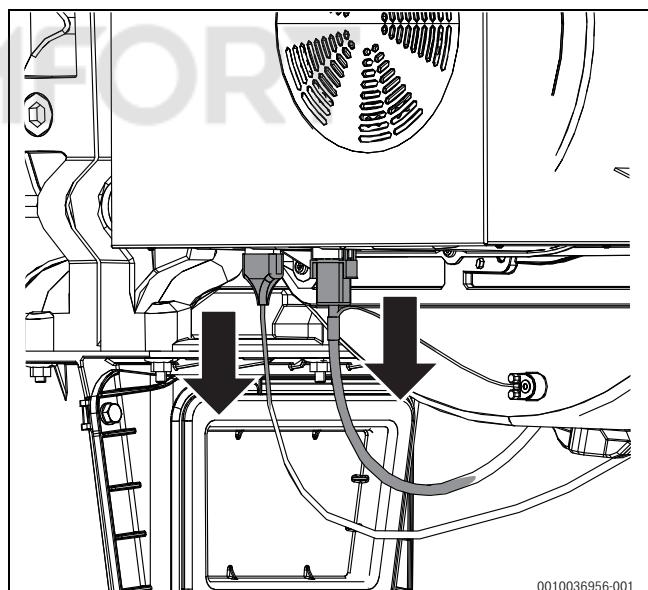

Рис. 53 Извлечение штекера из вентилятора
- Извлеките штекер на вентиляторе (→Рис. 53).